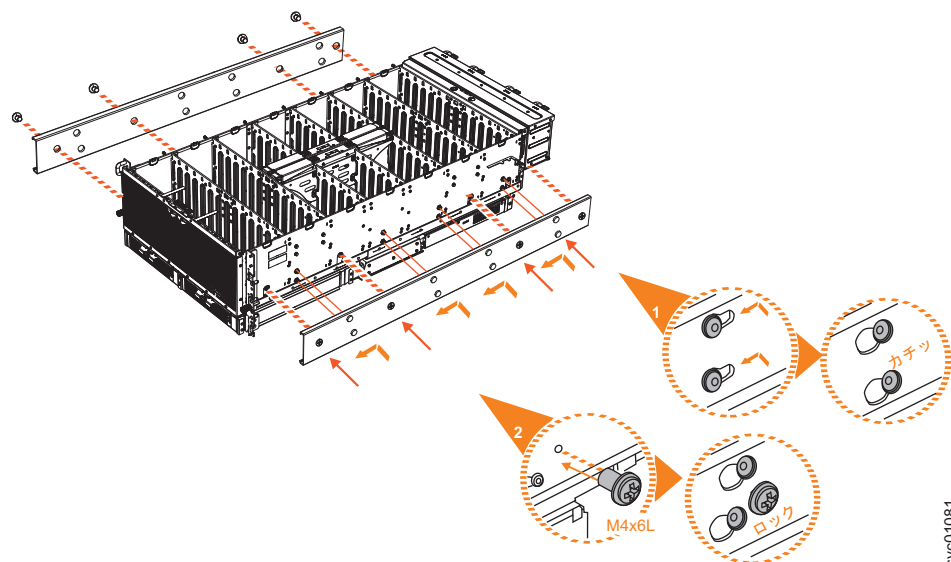

図 57. エンクロージャーへの内部レール・セクションの取り付け
5. 拡張エンクロージャーの各側面にレールの内部セクションを取り付けます (71 ページの図 57 を参照)。